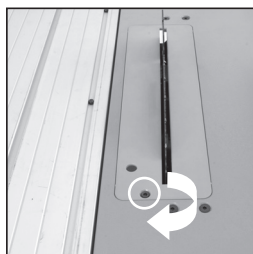

Fig. 2
- Retire la inserción de mesa girando su tornillo de fijación (**Fig. 2**) aprox. 1/4 de vuelta. Levante y deslice la inserción de mesa fuera de la mesa.